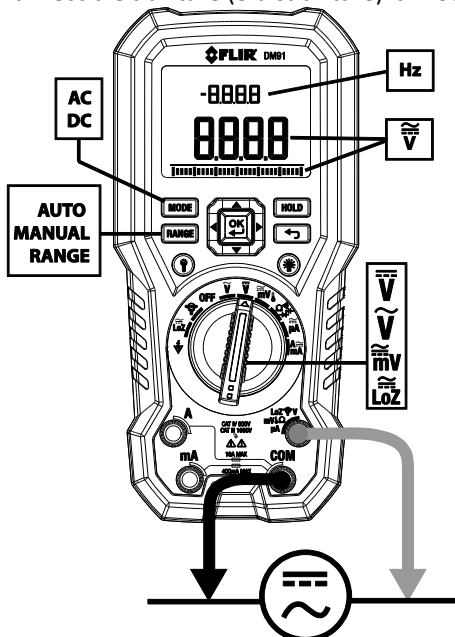

Fig. 5-1 Misure di tensione e di frequenza
1. Fare riferimento alla seguente Fig. 5-1.